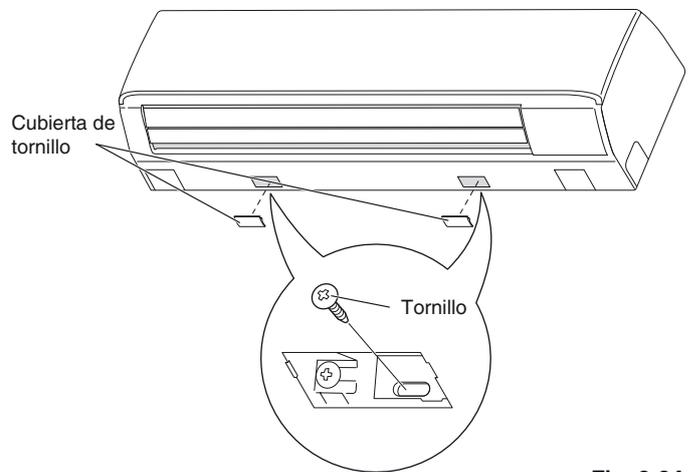

Fig. 3-34
- (1) Quite la cubierta de los tornillos que se encuentra en la superficie inferior. (Fig. 3-34)
- (2) Fije la estructura al panel posterior utilizando los 2 tornillos para madera incluidos de 4 × 10 mm. (Fig. 3-34)